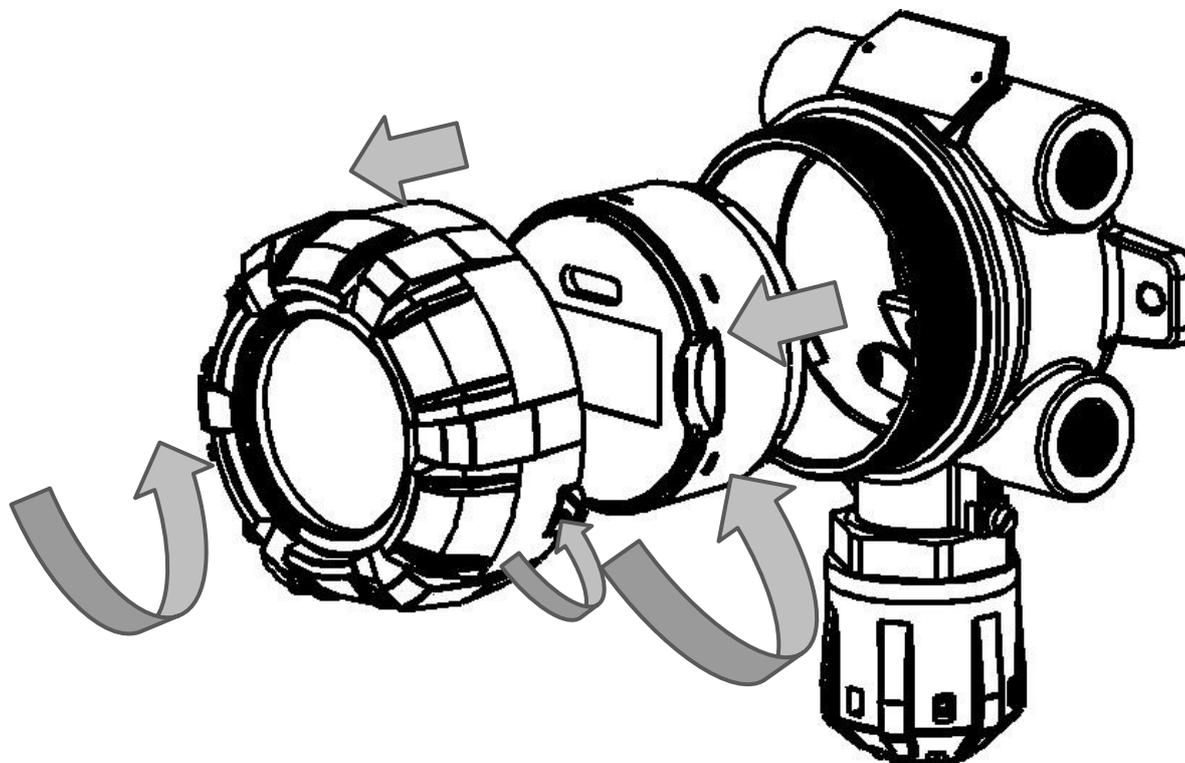

Рисунок 12– Схема разбора АХИОМ
- 1) Открутить стопорный винт в крышке газоанализатора (рис.12).